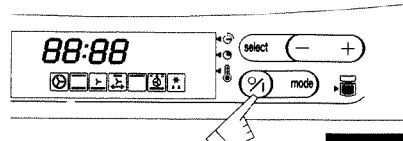

Fig. 4
3. Modifique la temperatura (de 5°C en 5°C), si fuera necesario, pulsando la tecla select 1 vez (fig. 3) y las teclas - + (fig. 4).
3. Modifique la temperatura (de 5°C en 5°C), si fuera necesario, pulsando la tecla  1 vez (fig. 3) y las teclas  (fig. 4).
1. Pulse la tecla  (fig. 4). Se visualizan todas las funciones y parpadean.
1. Pulse la tecla  (fig. 4).